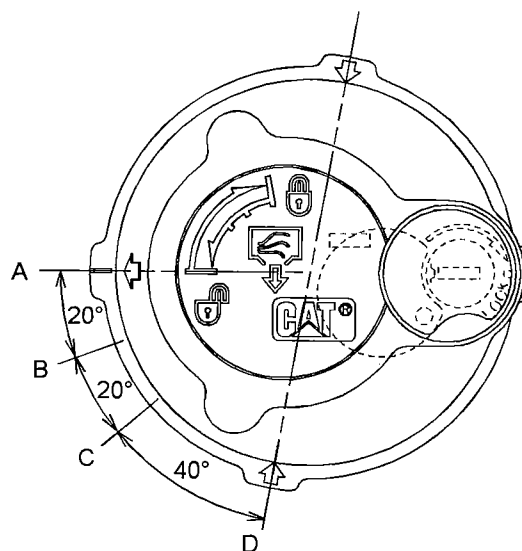

Ilustración 438
- Suelte la presión que puede haber en el circuito hidráulico de retorno con el siguiente procedimiento. Consulte la Ilustración 438 para ver las posiciones de la tapa del tubo de llenado.
- Gire la tapa del tubo de llenado hacia la izquierda, sin aplicar fuerza hacia abajo, y mueva la flecha de la posición (A) a la posición (B).
- Suelte la presión durante un mínimo de 45 segundos moviendo la flecha de la posición (B) a la posición (C).
- Empuje el centro de la tapa del tubo de llenado hacia abajo. Sin inclinar la tapa del tubo de llenado, mueva la flecha de la posición (C) a la posición (D).
- Apriete la tapa del tubo de llenado del tanque hidráulico hasta la posición (A).